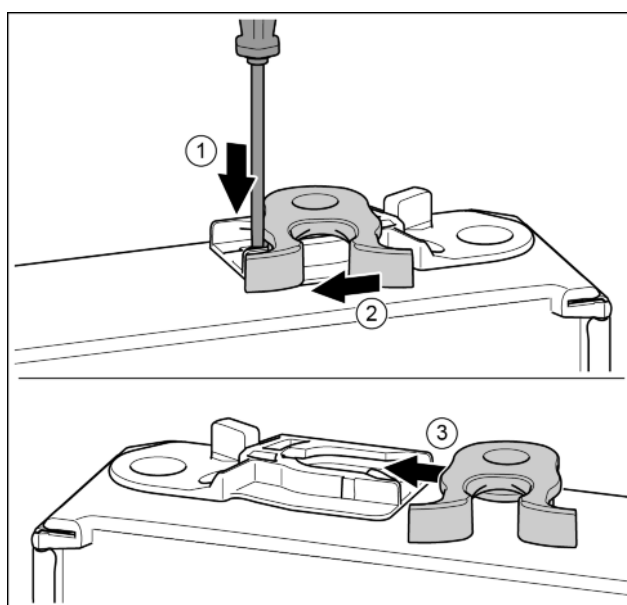

Fig. 18*
- ▶ Apăsați în jos eclisa cu șurubelnița plată.* Fig. 18 (1)
- ▶ Trageți cârligul de închidere din ghidaj.* Fig. 18 (2)
- ▶ Împingeți pe partea opusă cârligul de închidere în ghidaj.* Fig. 18 (3)